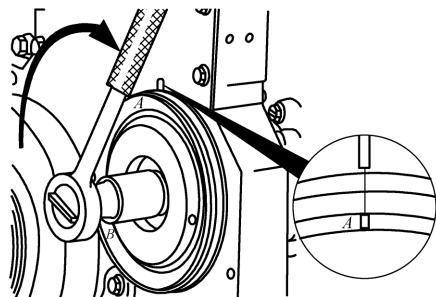

图 10-18 对正附件驱动带轮上的标记
② 顺时针转动附件驱动轴, 直至附件驱动带轮上的气门设置标记“A”与齿轮室盖上的指针对齐(图 10-18)。